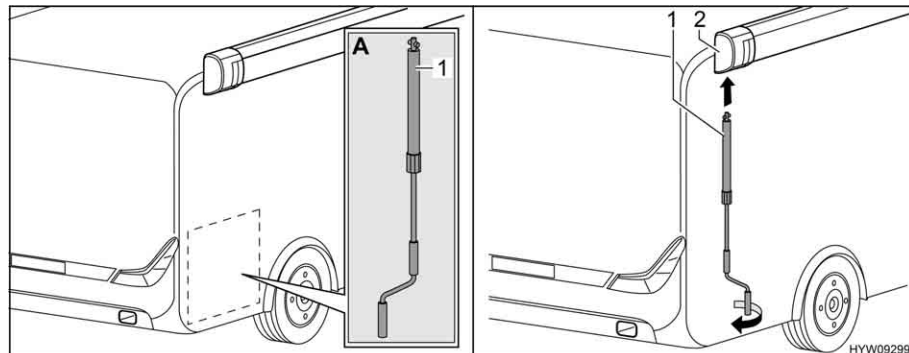

Fig. 24 Applicazione manovella
- Prelevare la manovella (Fig. 24,1) dal garage di coda (Fig. 24,A).
- Inserire la manovella nel supporto a baionetta (Fig. 24,2) della tenda.